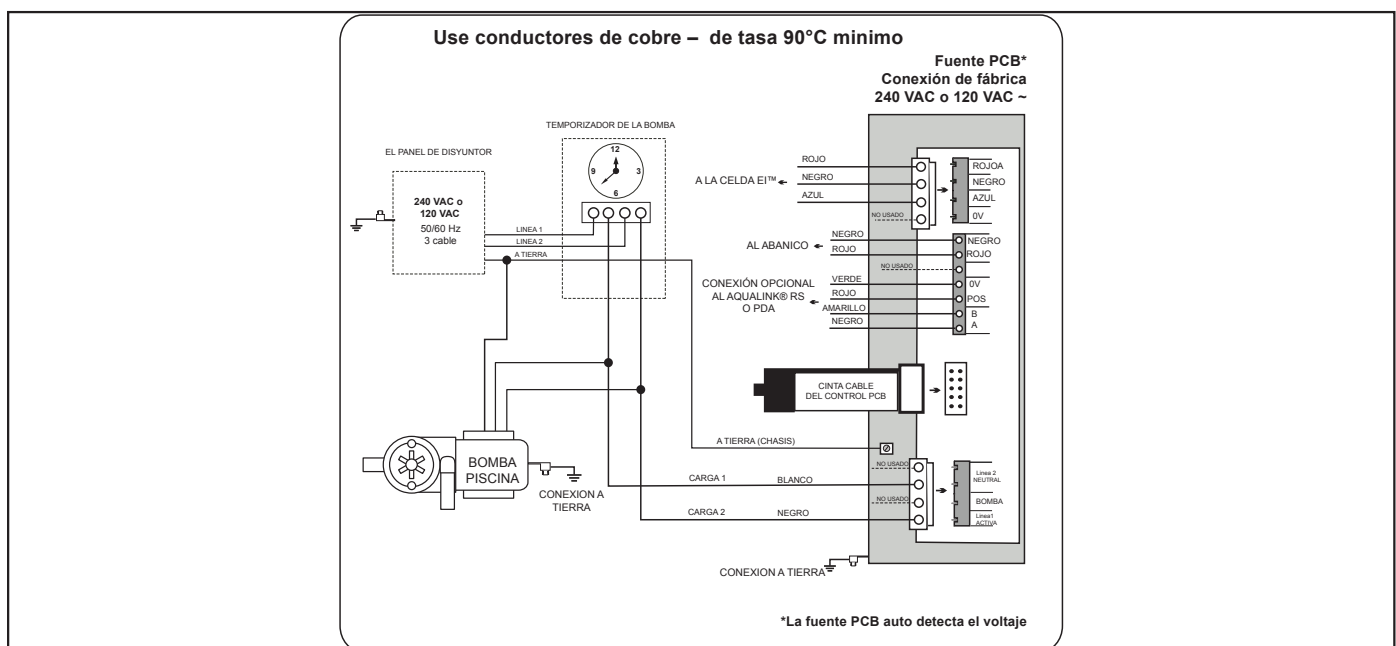

Figura 18. Diagrama de alambrado de 240 VAC o 120 VAC
1. Conecte la fuente de energía a la energía electrica de la bomba de la piscina utilizando un cable 3,0 mm² (AWG # 12) con aislamiento de conducto. Conecte la fuente de energía al lado de carga de la bomba o la parte de carga del temporizador de relé de bomba de la piscina para que el clorador sólo pueda encenderse cuando la bomba de la piscina se encienda (ver Figura 18).